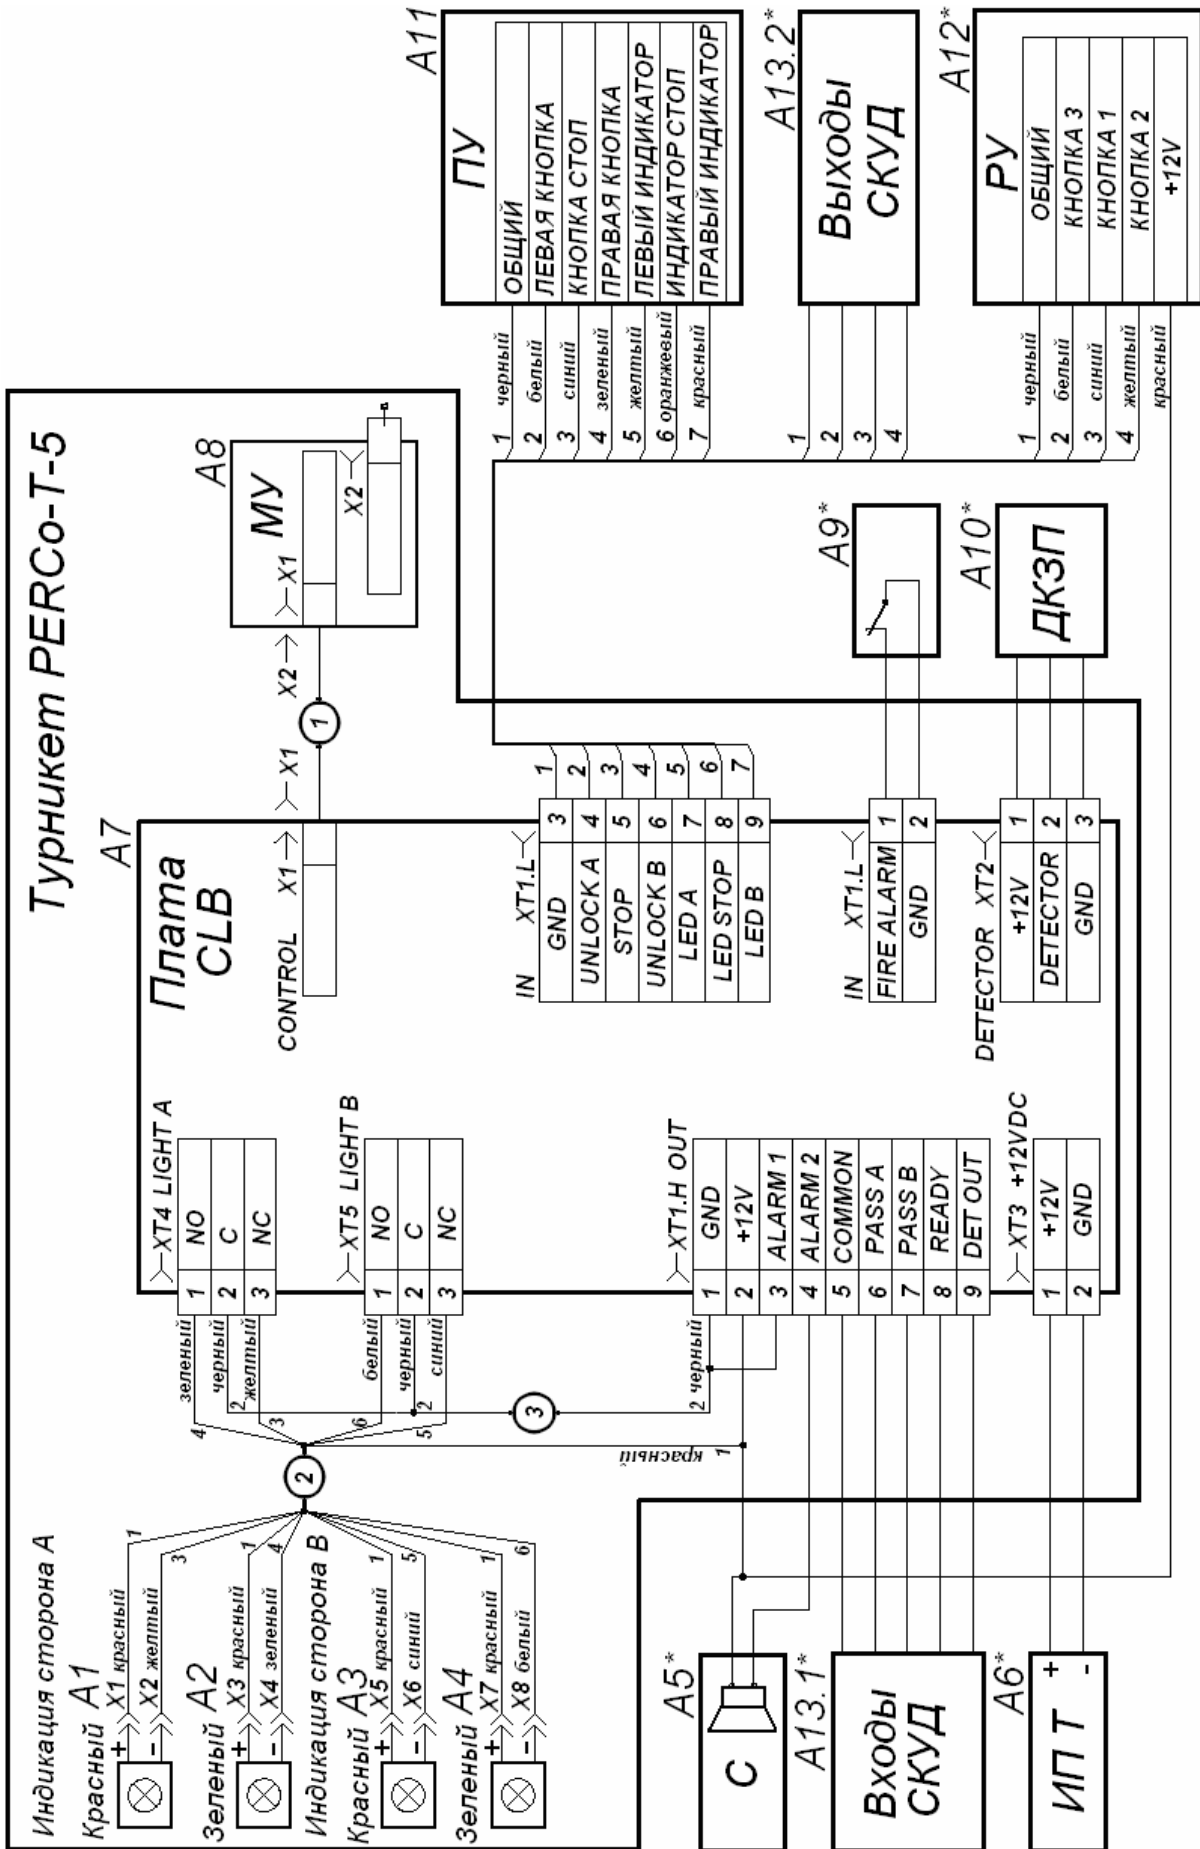

Рисунок 3 Схема электрическая соединений (перечень элементов схемы см. в таблице 1)
5.2.3 ПДУ /устройство РУ / контроллер СКУД (5) и источник питания турникета (8) подключаются к плате кабелями (6 и 8) в соответствии со схемой электрической соединений (см. рисунок 3).